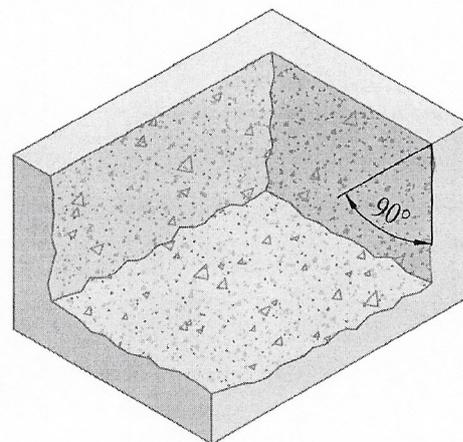

Рис.1
- Оконтурировать дефектные места с помощью нарезчика швов с алмазными дисками, перпендикулярно поверхности, на глубину не менее глубины разрушенной поверхности. Следует учитывать, что углы формируемого «корыта» должны равняться 90° (рис. 1).